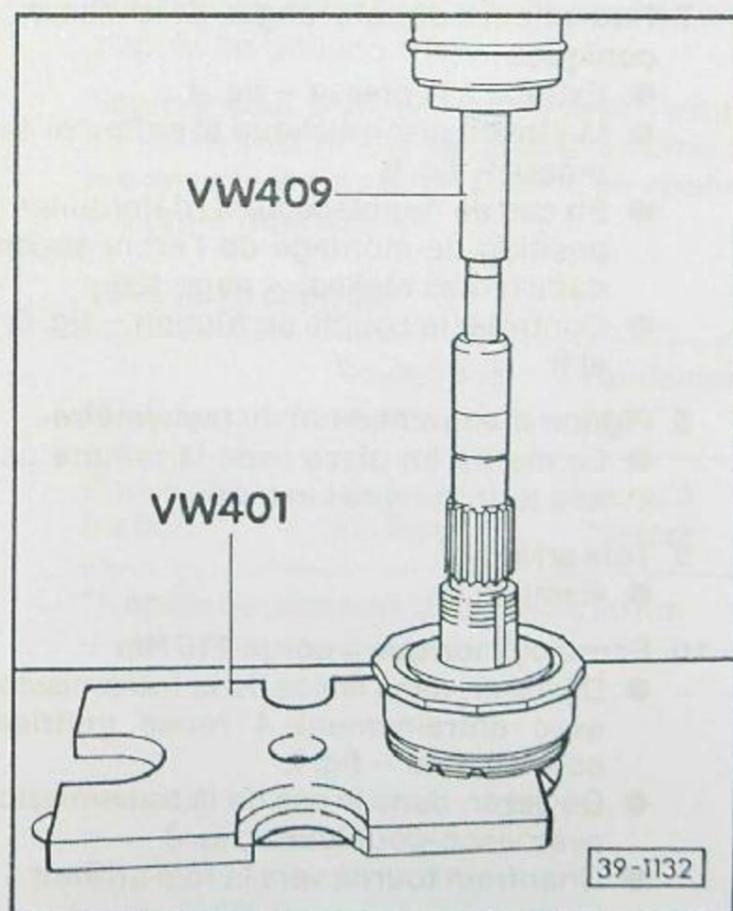

Fig. 4 Roulement à double rangée de rouleaux coniques: extraction à la presse
- Extraire à la presse – fig. 4